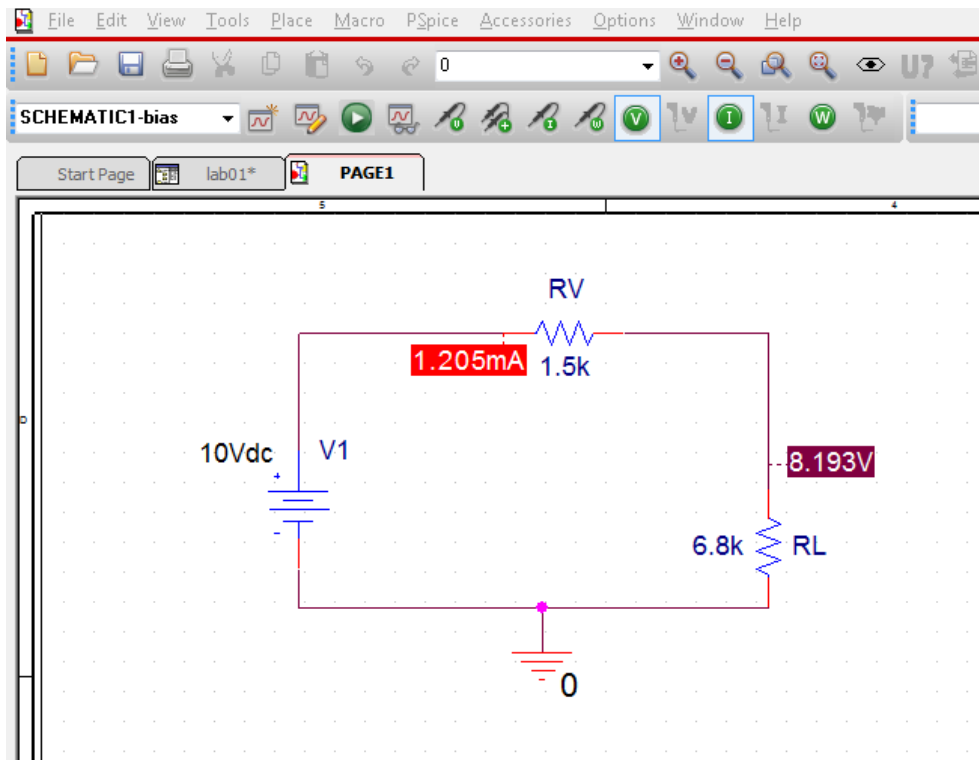

Рисунок 2.7 – Схема послідовного кола з індикацією вибраних струму і напруги
6. Видаліть непотрібні відображені значення струмів, відмітивши їх за допомогою миші. Зверніть увагу, що при індикації *PSpice* не лише показує, до яких місць схеми належать значення струмів і напруги, але й вказує напрям струму. Після того, як ви ознайомитеся з усіма можливостями *PSpice* і з'ясуєте, як переміщати на екрані дані про струми і напругу, приведіть свій екран у відповідність з рис. 2.7.